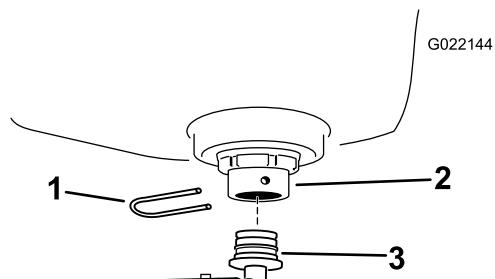

Figura 13
- Instale el conector de manguera del depósito de enjuague en el conector estanco y sujetelo con una horquilla de retención (Figura 13). Gire el acoplamiento hasta que quede orientado hacia atrás.